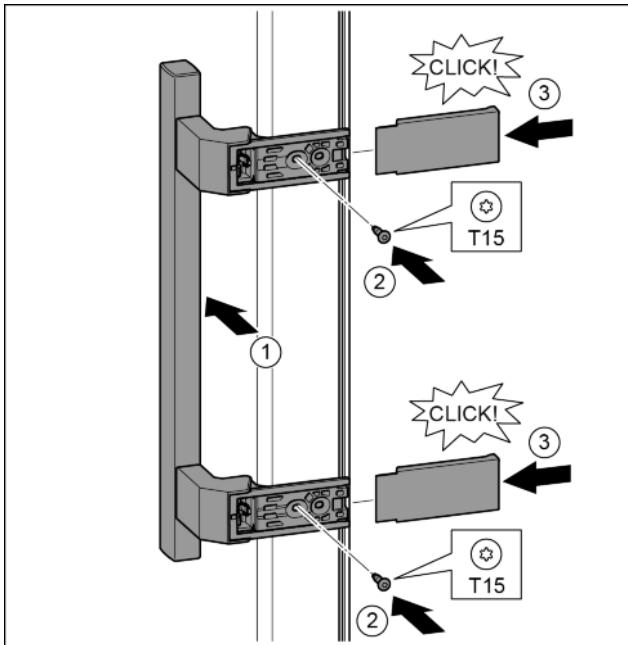

Fig. 21
- Postavite ručicu na suprotnoj strani. *Fig. 21 (1)*
- Odvijačem T15 čvrsto pritegnite vijke. *Fig. 21 (2)*
- Postavite pokrove bočno i nataknite ih. *Fig. 21 (3)*